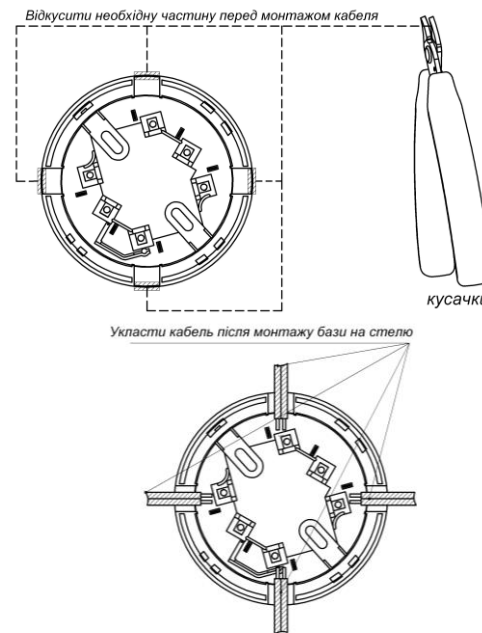

Рисунок 1
3.1 При розміщенні та монтажу сповіщувачів необхідно керуватись вимогами ДСТУ-Н СЕН/TS 54-14 та ДБН В.2.5-56. Для монтажу сповіщувача необхідно базу від'єднати від сповіщувача, повернувши її проти годинникової стрілки, вирізати в ній потрібну кількість пазів для проводів (див. рис. 1) і закріпити її на стелі приміщення за допомогою дюбелів та гвинтів. Підключення сповіщувачів проводиться згідно схеми, наведеної на рисунку 2. Рекомендований переріз проводів від 0,28 до 1,0 мм².